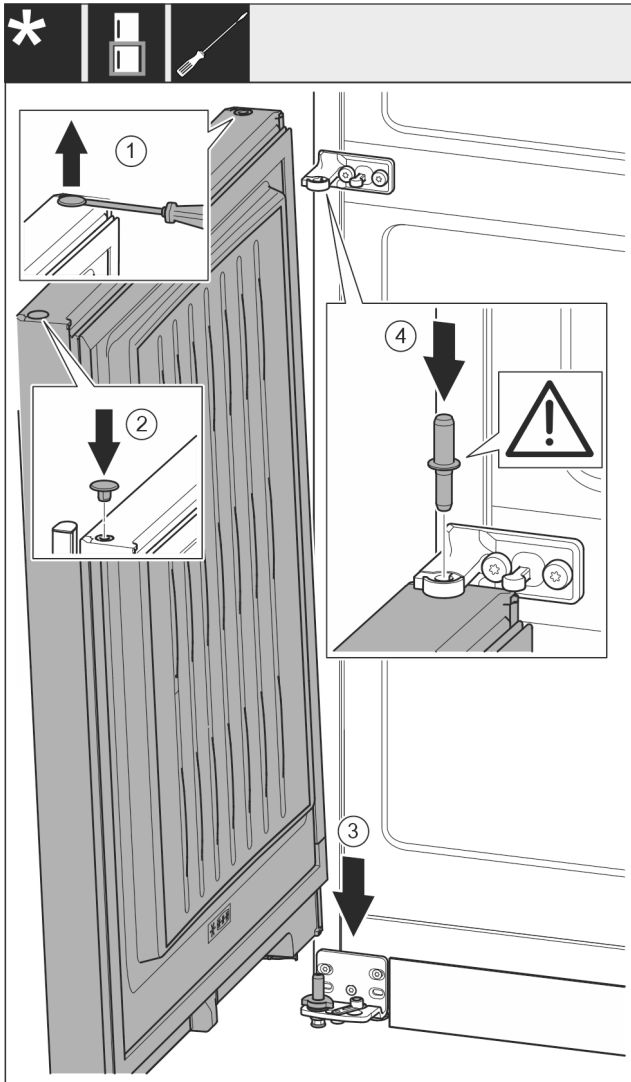

Fig. 23
- ▶ Paceliet uzmanīgi ar plakano skrūvgriezi un izvelciet arī aizbāzni Fig. 23 (1).
- ▶ Ievietojiet atpakaļ aizbāzni Fig. 23 (2) otrā durvju pusē.
- ▶ Uzlieciet durvis Fig. 23 (3) no augšas uz apakšējās gultņa tapas.
- ▶ Ievietojiet vidējo gultņa tapu Fig. 23 (4) vidējā gultņa balstā apakšējās durvis. Uzmaniet, lai fiksācijas izcilnis būtu vērsts virzienā uz aizmuguri.